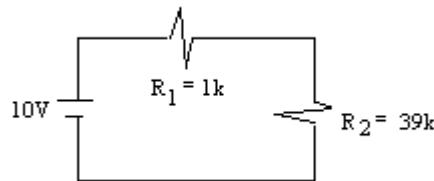

Figura 4. Esquema del circuito
- 2.1. Utilizando el canal 2 del osciloscopio, mida el voltaje de una batería, en tantas posiciones del control de sensibilidad vertical (7) tanto como con un voltímetro, es decir:
- Instale el circuito mostrado en la figura 4 y determine los voltajes y la corriente, tanto con el multímetro como con el osciloscopio.